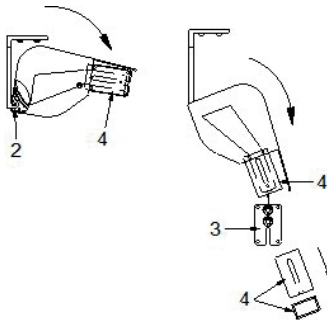

Abb. 11: Montage des Markisenkastens
- » Heben Sie mit einer zweiten Person den Markisenkasten gleichmäßig an und steigen Sie auf die Leitern. Hängen Sie den Markisenkasten gerade in die Montagekonsolen ein (2 – Abb. 11).
- » Lassen Sie die Fallstange (3 – Abb. 11) vorsichtig aus der Transportsicherung (4 – Abb. 11) herausfahren.
- » Nehmen Sie die Transportsicherungen (4 – Abb. 11) ab.